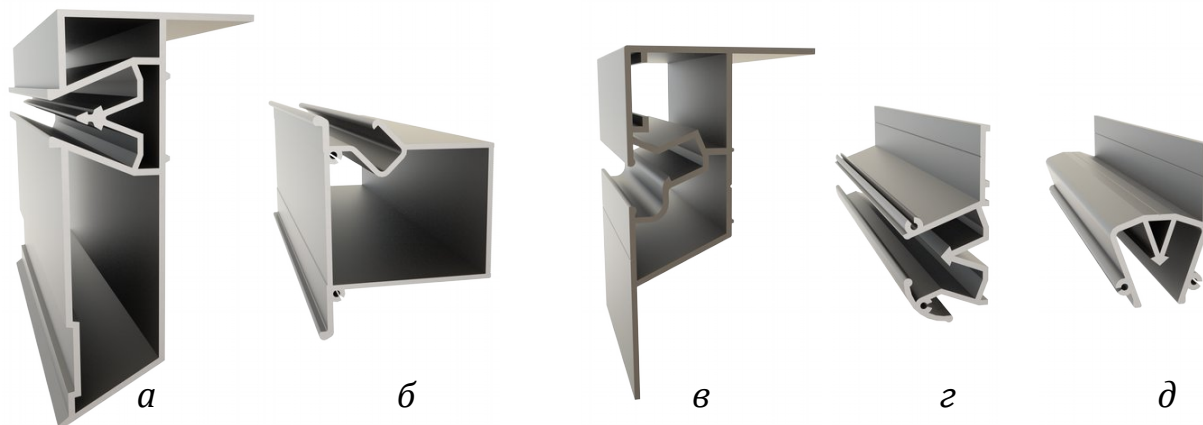

Рис. 2.1. Профили «Прозет»
- ПП — профиль для ступенчатого перехода. Предназначен для изготовления каркасов сложных натяжных потолков гарпунной системы со ступенчатой структурой перехода уровня. Модель ПП (рис. 2.1 а) обеспечивает ступенчатый переход высотой 75 мм.
- НП — профиль для ступенчатого перехода с подсветкой (нишевой профиль). Предназначен для изготовления каркасов сложных натяжных потолков гарпунной системы с межуровневой нишевой подсветкой. Модель НП (рис. 2.1 б) обеспечивает ступенчатый переход высотой 50 мм.
- КП — каркасный профиль (рис. 2.1 в), выступает в качестве «рамы» для подвеса других профилей.
- СП — соединительные профили. Предназначены для соединения полотен в горизонтальной плоскости. Модели СП1 и СП2 (рис. 2.1 г и д соответственно) отличаются положением гарпунного узла относительно плоскости крепления.